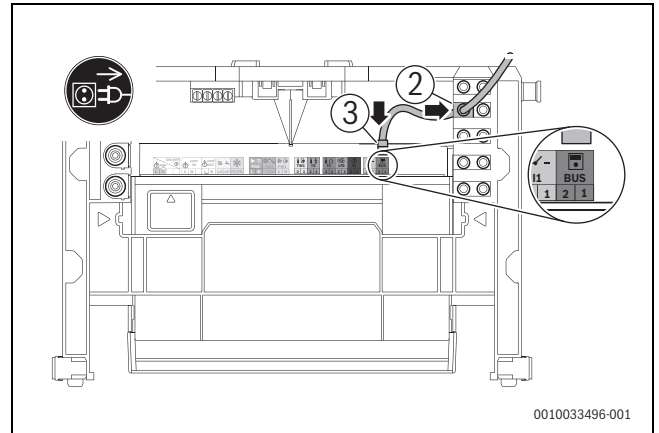

Bild 145 Zubehör CS 36 an BUS anschließen
- ▶ Zugentlastung des BUS-Kabels einsetzen (→ Bild 145, [2]).
- ▶ BUS-Kabel am BUS-Steckplatz der Klemmleiste anschließen (→ Bild 145, [3]).